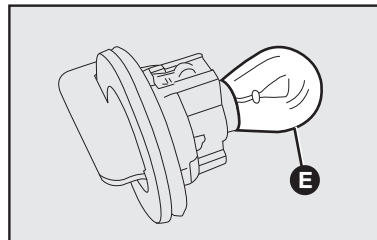

fig. 19
- 2) Retirar a lâmpada **E-fig. 19**, empurrando-a um pouco e girando-a em sentido antihorário.